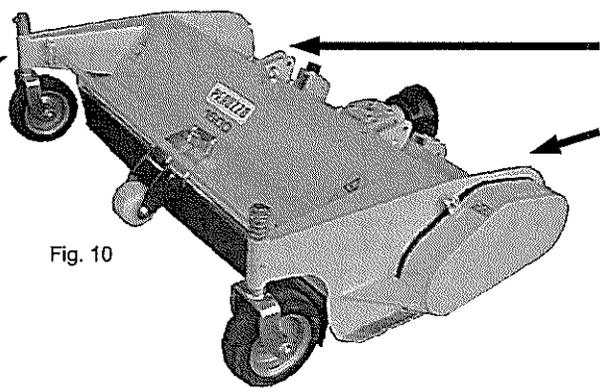

Fig. 10
! Questa operazione deve essere eseguita a macchina sollevata da terra con l'uso dei due bracci anteriori della trattrice. Fig. 10
! This operation must be effected with machine lifted by the two front lifting arms in order to adjust the cutting height. Fig. 10
Quand la machine est soulevée par les deux bras avant du tracteur pour régler la hauteur de coupe, s'assurer que la bague de la goupille soit bien fixée sur la partie supérieure du pivot. Fig. 10
Wird das Gerät zur Schnitthöheneinstellung an den zwei Front-Anbauarmen gehoben, muß der Sicherungsring (D) mit dem oberen Fixpunkt des Schleppers verbunden werden (Abb. 10)